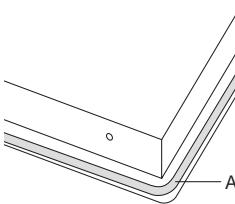

Abb. 13: Dichtungsband
- Entfernen Sie die Schutzfolie des Dichtungsbandes (A) und kleben Sie das Band soweit wie möglich nach außen auf die Unterseite des Glases (siehe Abb. 13).